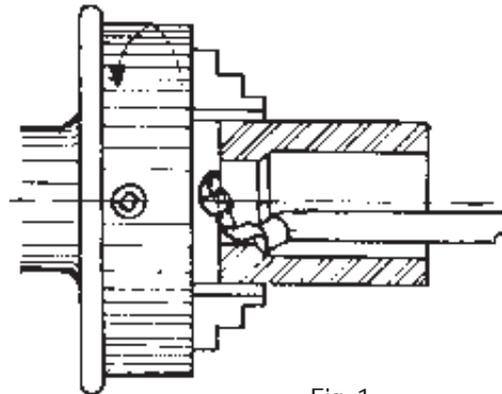

Fig. 1
Consiste en lograr una superficie cilíndrica interna, por la acción de la herramienta, que se desplaza paralela al eje del torno (Fig. 1). Este agujero puede ser pasante a la pieza o ciego.
- a) Deje la cara de la pieza que da contra el plato separada del mismo, lo necesario para la salida de la herramienta y desalajo de las virutas (Fig. 1).